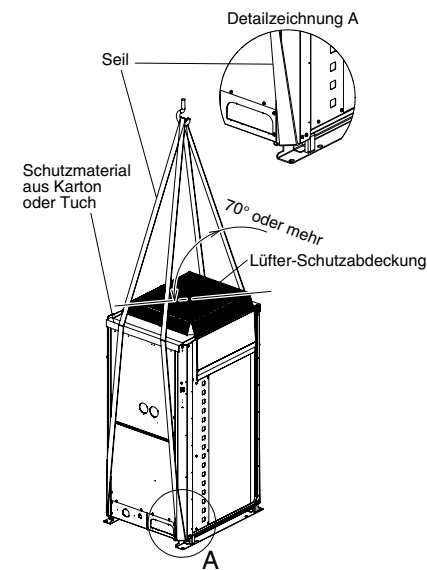

Abb. 3-1-1
- Zum Heben der Außeneinheit Seile durch die Bohrungen links und rechts in der Bodenplatte führen, wie in Abb. 3-1-1 bis 3-1-3 gezeigt. Der Winkel zwischen den Hebeseilen und der oberen Verkleidung muss mindestens 70° betragen, damit die Seile nicht die Lüfter-Schutzabdeckung berühren. Zwei Seile mit einer Länge von mindestens 7,5 Metern verwenden.